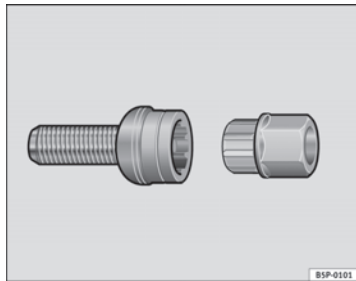

Abb. 161 Diebstahlhemmende Radschrauben
- Setzen Sie den Adapter bis zum Anschlag in der diebstahlhemmenden Radschraube ein ⇒ Abb. 161.